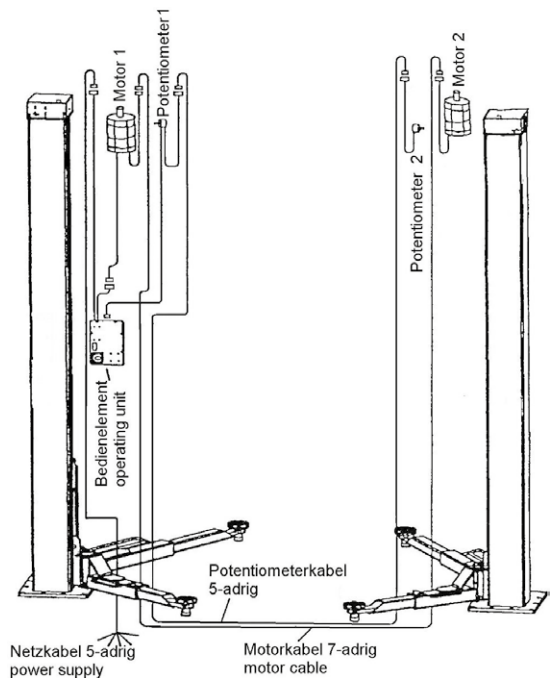

Figura 24: Recorrido de los cables sin el uso de tubo vertical y transversal
- Los cables deberán conectarse de acuerdo al diagrama (figura 24).